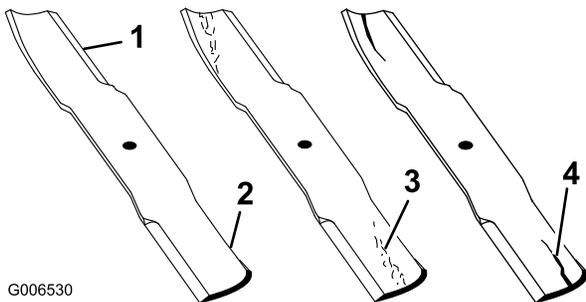

Figure 53
1. Examinez le tranchant des lames (Figure 53). Si les lames ne sont pas tranchantes ou si elles présentent des indentations, déposez-les et aiguisiez-les (voir Aiguisage des lames).
2. Inspectez les lames, surtout la partie relevée (Figure 53). Remplacez immédiatement toute lame
usée ou qui présente une fissure ou une entaille (repère 3. de la Figure 53).